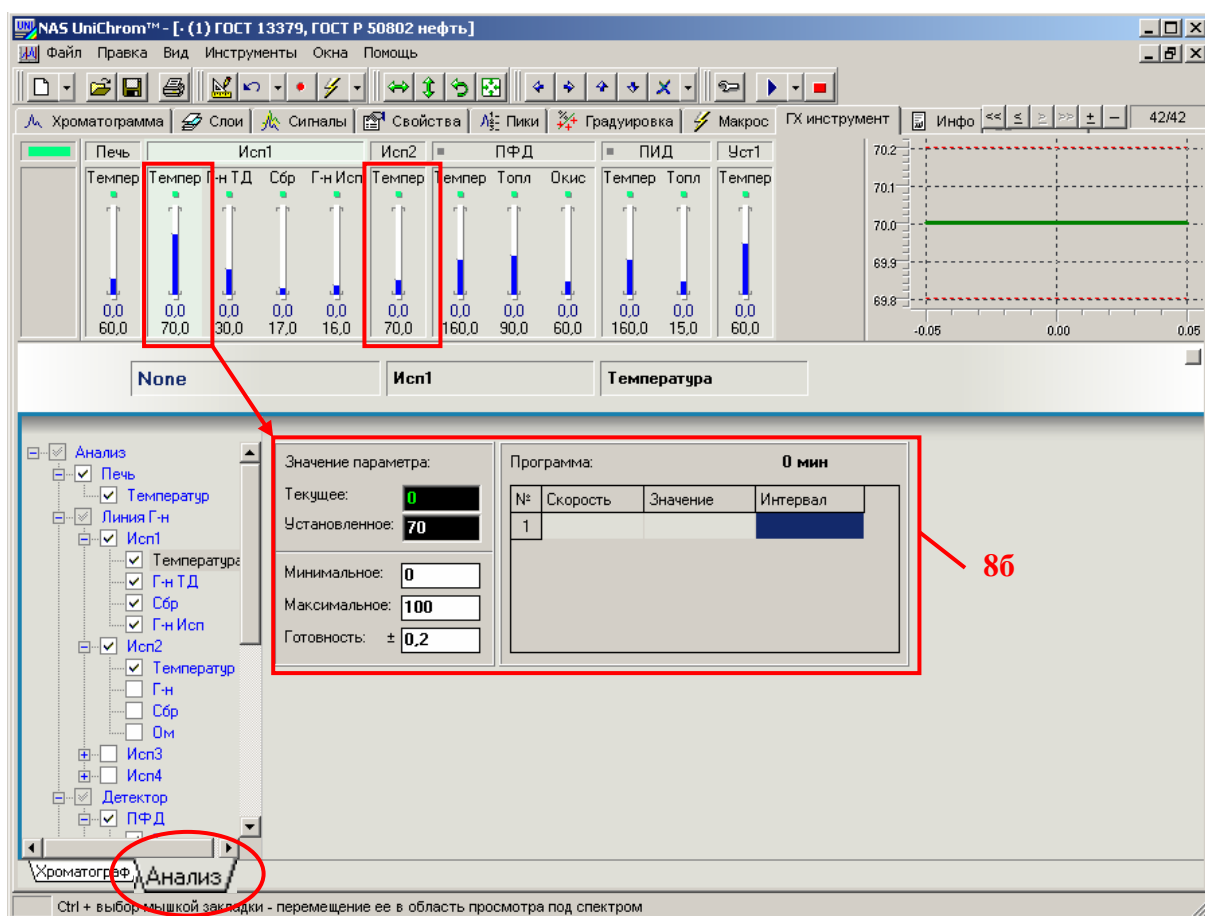

Рис. 11. Установка температуры испарителя.
- Подведите курсор мыши в область «рисованного» регулятора температуры испарителя 1 (см. Рис. 11).
- Подведите курсор мыши в область «рисованного» регулятора давления «Г-н ТД» в зоне первого испарителя (см. Рис. 11).